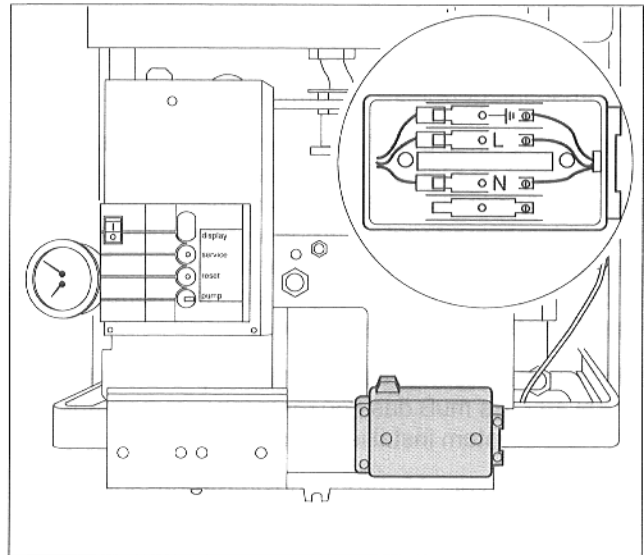

Abb. 7 Netzanschluß
- Die beiden Schrauben des Anschlußkastens (Abb. 7) lösen und Deckel abnehmen.
- Netzkabel an die Klemmen des Anschlußkastens (Abb. 7) des Gas-Umlaufwasserheizers anschließen.